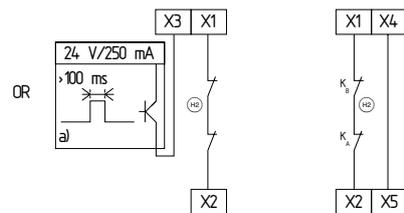

Fig. 10
**Avvio automatico (vedere Fig. 10)**